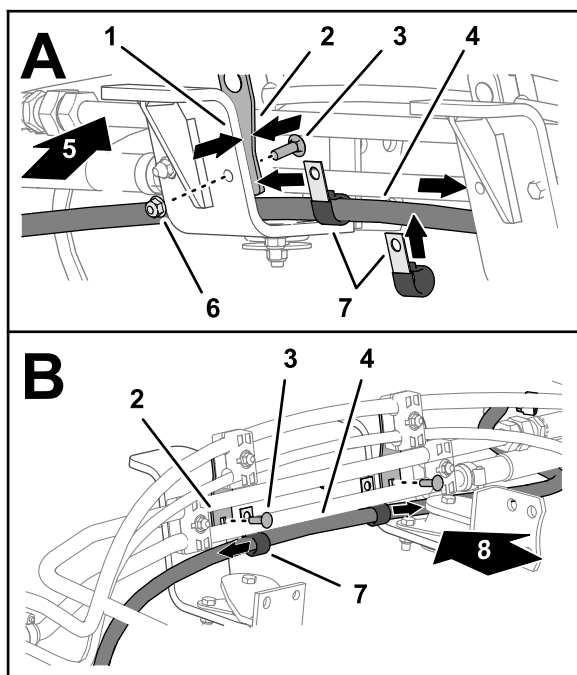
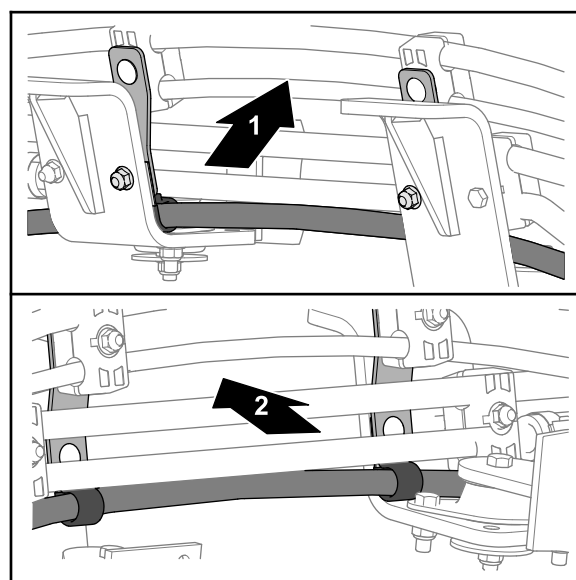

Figure 130
Figure 131
1. Acheminez le flexible de retour du réservoir de 6 x 2819 mm ($\frac{1}{4}$ x 111 po – orifice EF du distributeur de direction EHI) transversalement au sommet des supports droits du moteur (Figure 130).
- Placez les 2 colliers en P sur le flexible, comme montré à la Figure 130.
- Alignez les 2 colliers en P entre les plaques de montage de collier et les supports du moteur (Figure 130).
- Fixez les plaques de montage et les colliers en P sur les supports du moteur (Figure 130 et Figure 131) avec les 2 boulons de carrosserie (5/16 x 1 po) et les 2 contre-écrous à embase (5/16 po).